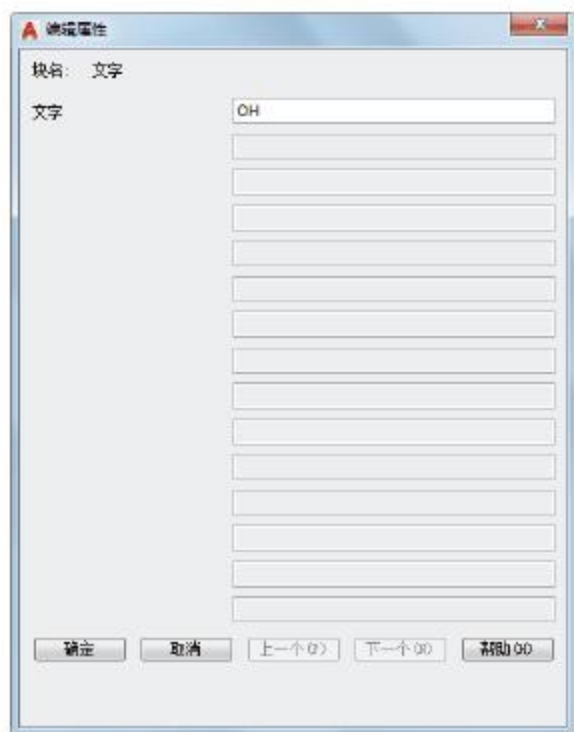

图7-36 输入文字
- 03 单击【确定】按钮，在绘图区域中单击鼠标左键，弹出【编辑属性】对话框，在【文字】文本框中输入OH，如图7-36所示。